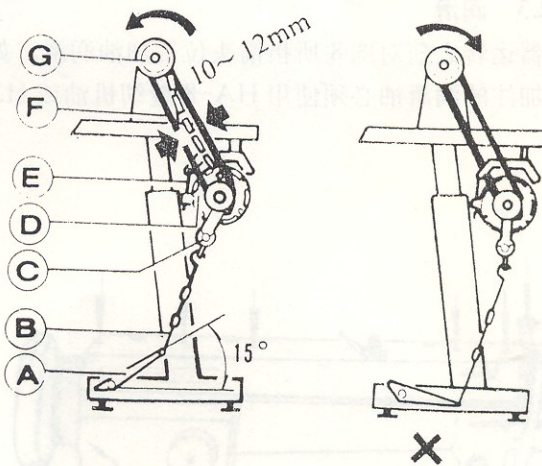

图 5
3.1.6 踏脚板与离合器拉杆连接 (见图 5)
- (1) 踏脚板安装的倾斜度应与地面成 15° 角为宜。
- (2) 调整电机离合器, 使缝纫机拉杆 B 与离合器拉杆 C 如图连成一直线。
- (3) 缝纫机运转方向, 从机头上轮外侧看应是逆时针方向, 电动机的转向应一致。把电动机上的电源插头转动 180° 可改变电动机转向。
- (4) 三角皮带 F 的张力, 由上下移动电动机位置调整, 用食指的力掀压皮带外侧, 能使皮带压进 $10 \sim 12$ 毫米 (见图 5) 食指放开后仍能恢复原状, 即为合适的张力。